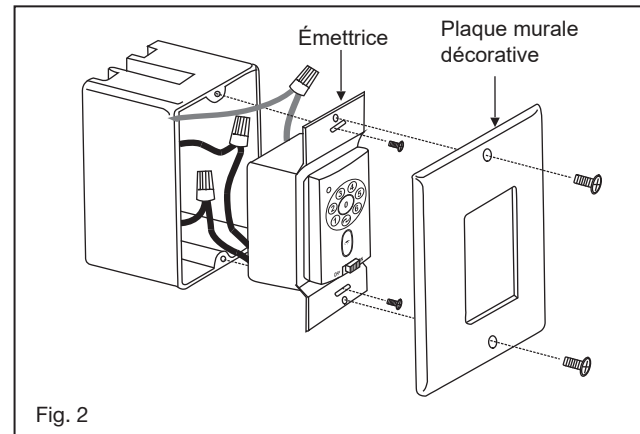

Fig. 2
- 2 Effectuez les connexions de câbles entre le ventilateur et le récepteur. Pour cette étape, utilisez le faisceau de 5 fils sur le récepteur. (Fig.2). 2)
- 4 Retirez l'une des trois vis de la plaque de montage située sur le moteur du ventilateur. Desserrez les 2 autres vis. (Ne pas retirer) (Fig.2)
- 5 Tout en tenant le kit d'éclairage LED sous votre ventilateur, effectuez les connexions de la fiche polarisée: (Fig.2)
- 4 Installez l'émetteur mural sur la boîte murale existante à l'aide des vis fournies. Fixez la plaque murale avec les vis de montage pour terminer l'installation. (Fig.2)
- 7 Signal lumineux (Fig. 2)6